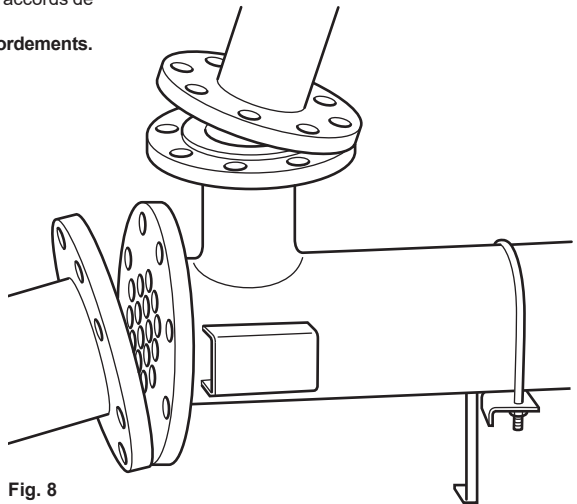

Fig. 8
4.7 Veillez à ce que les échangeurs de chaleur soient placés sur une surface plane et qu'ils soient parfaitement alignés avec les raccords de tuyauterie adjacents (figure 8).